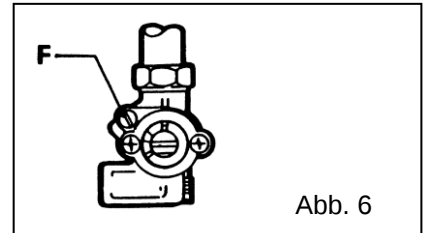

Abb. 6
5.1.3 Einstellung der kleinstflammen (Abb. 6)
5.2.3 Einstellung der kleinstflammen (Abb. 6)